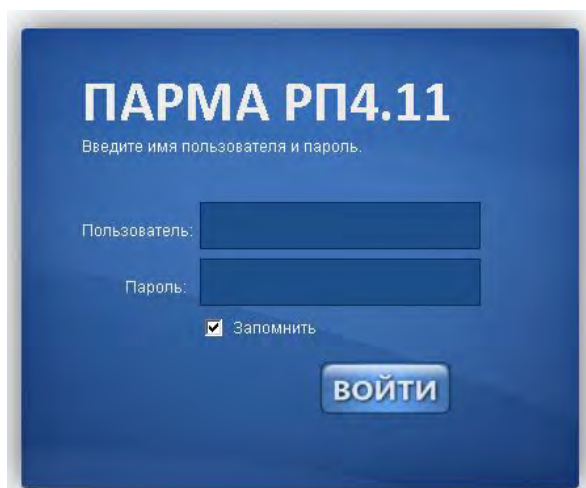

Рисунок 30 Авторизация на web-сервере
7.3.2.2 Далее ввести имя пользователя и пароль, рисунок 30.